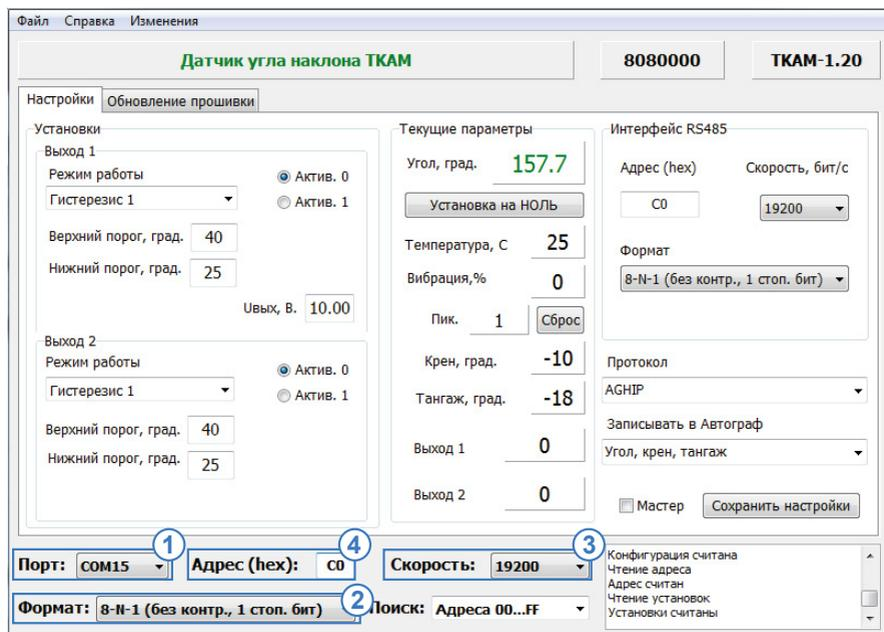

Рис.6. Поиск по адресам от 00 до FF.
- в программе «AGPConf» выбрать COM-порт к которому подключается программатор «TKLS-Prog» (Рис.6, п.1). Посмотреть порт устройства можно в Диспетчере устройств системы, подключив предварительно программатор;
- настроить формат передачи, заданный в датчике (Рис.6, п.2). По умолчанию – 8-N-1;
- выбрать скорость передачи, заданный в датчике (Рис.6, п.3). По умолчанию – 19200;
- в поле «Адрес (hex)» указать адрес датчика «ТКАМ», к которому необходимо подключиться (Рис.6, п.4);